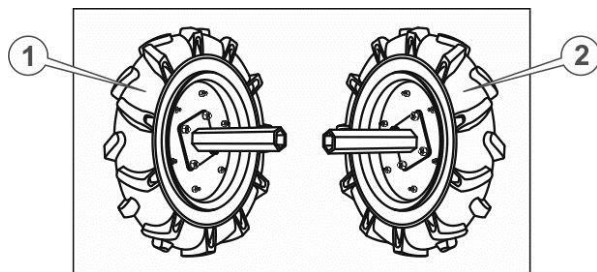

Рис. 5. – Маточини з колесами
4. Приєднати маточини коліс до колісних дисків за допомогою болтів, надійно затягнути всі з'єднання на колесах (див. Рис. 5.) Водночас необхідно пам'ятати, що на колеса встановлені пневматичні шини зі спрямованим малюнком протектора типу «ялинка». Встановлювання колеса необхідно виконувати так, щоб споглядаючи на мотоблок зверху, «вістря» цієї «ялинки» були спрямовані вперед (див. Рис. 5. та 6.), крім того, вентилі для накачування камер повинні перебувати з зовнішнього боку колеса.